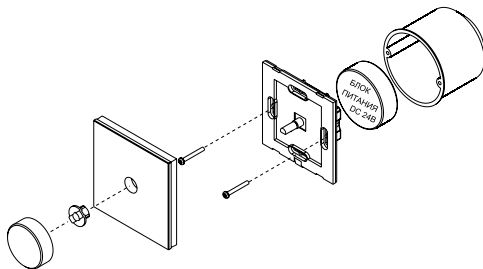

Рис. 2. Крепление панели и установка блока питания.
- 3.3. Закрепите панель в месте установки (Рис.2), для чего: